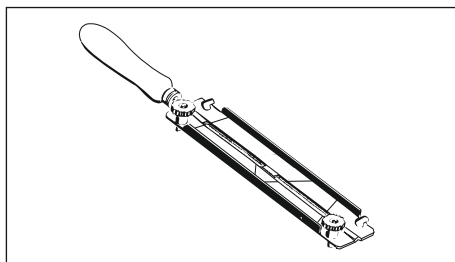

Рис. 75
- Применять державки напильников (рис. 75)